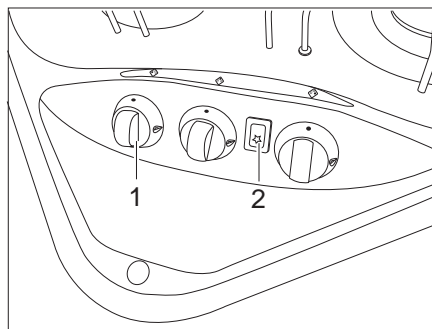
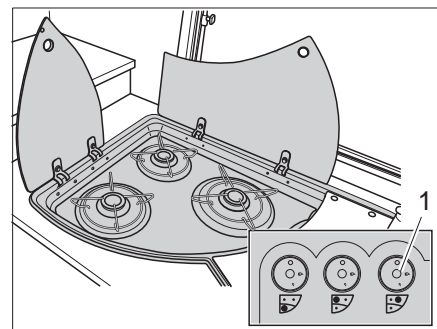

Bild 132 Bedienelemente für Gaskocher
Bild 133 Alternative: Bedienelemente für Gaskocher
- Drehregler (Bild 132,1 oder Bild 133,1) der gewünschten Brennstelle auf Zündposition (große Flamme) drehen.
- Wenn eine Zündtaste (Bild 132,2) vorhanden ist: Funke durch Drücken der Zündtaste erzeugen.